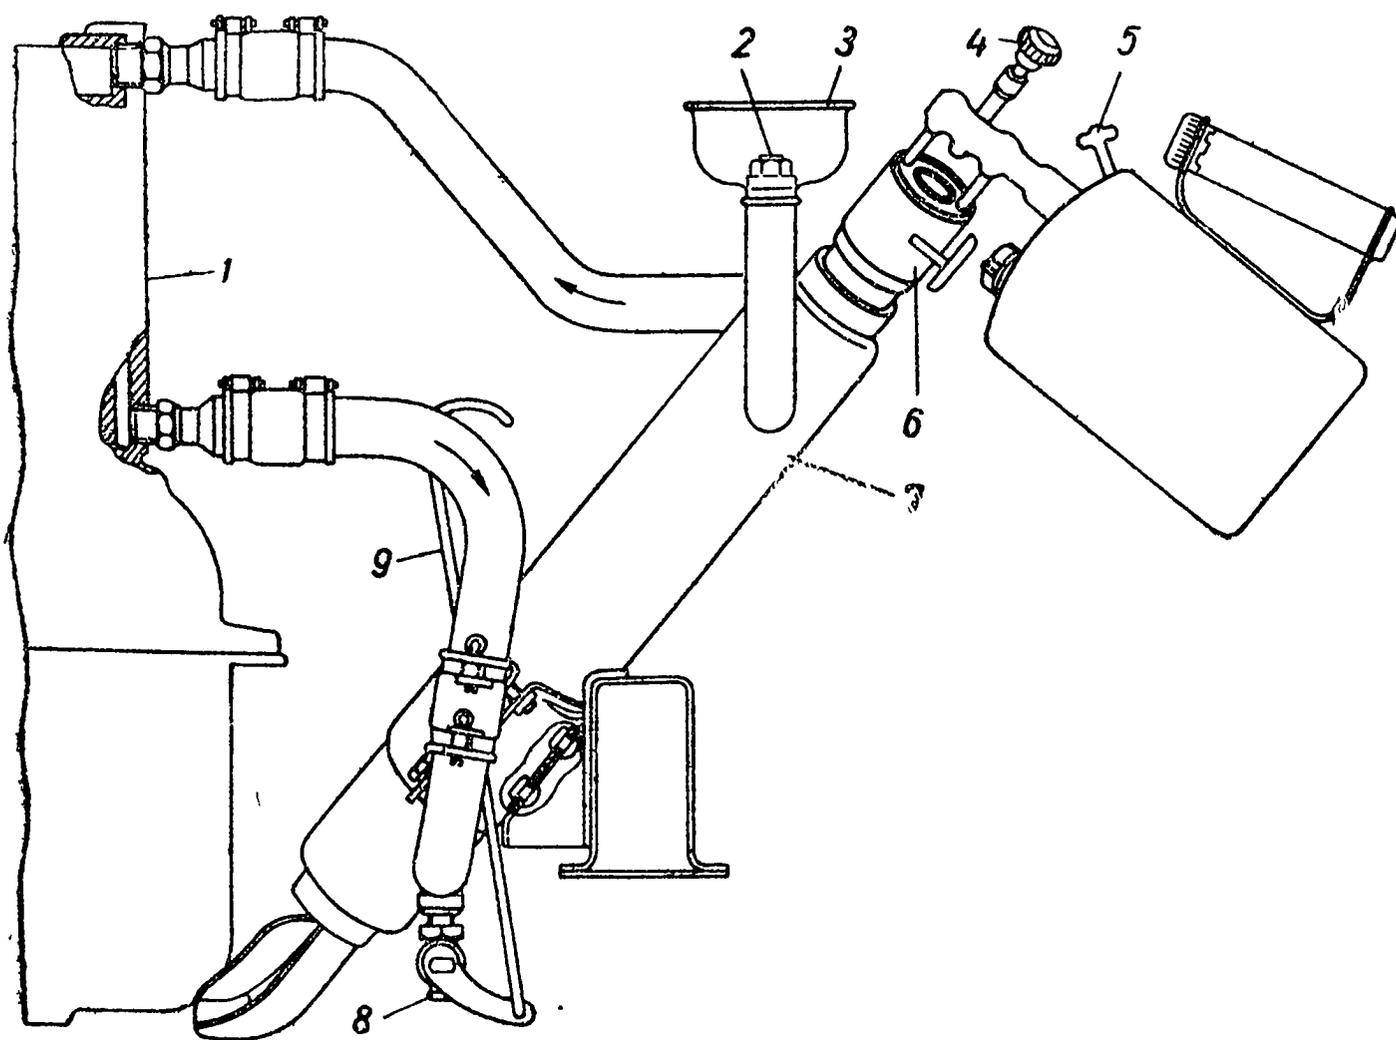

Рис. 5. Установка лампы в котел пускового подогревателя:
2. Закрывать сливной краник системы охлаждения, расположенный на котле (рис. 5). Рукоятка этого краника выведена кверху. Отвернуть пробку в воронке котла.
5. Снять крышку люка на левом брызговике крыла для доступа к котлу, убавить несколько пламя лампы и ввести ее в жаровую трубу котла (рис. 5).